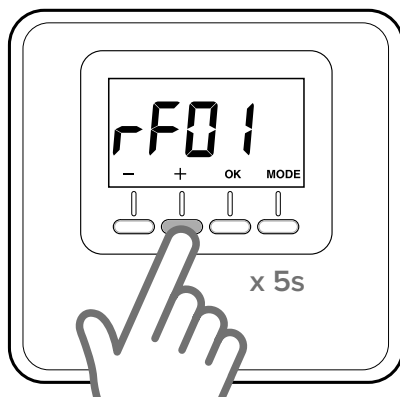

Fig. 18
- Appuyer sur la touche « + » pendant 5 secondes pour accéder aux paramètres techniques, l'écran affiche le paramètre « rF01 » (Fig. 18).